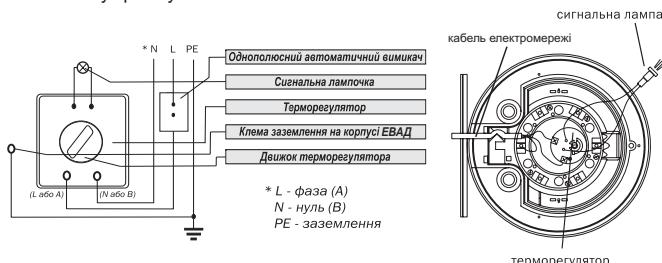

Рис. 6. Схема електрична
- встановити однополюсний автоматичний вимикач у безпосередній близькості від ЕВАД, виключивши попадання на нього вологи (Рис. 6). Відстань між контактами не менш ніж 3 мм:
- під'єднати дріт заземлення до клеми, яка позначена знаком  $\frac{1}{\square}$  (Рис. 6);
- інші дроти під'єднати до контактів терморегулятора у відповідності з позначками на клемах (L - фаза, коричневий, N - нуль, синій) (Рис. 6);